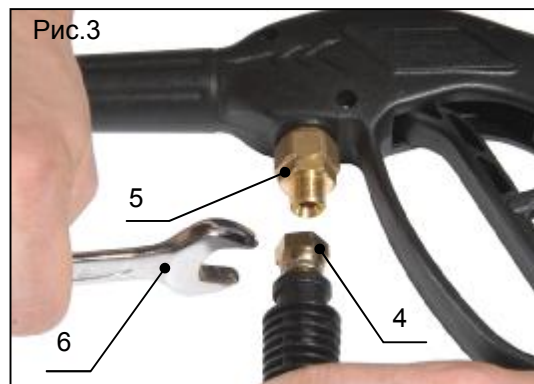

Рис.3
2. При помощи гаечного ключа (поз.6, рис.3) подсоедините шланг высокого давления к пистолету, накрутив гайку (поз.4, рис.3) на штуцер (поз.5, рис.3).